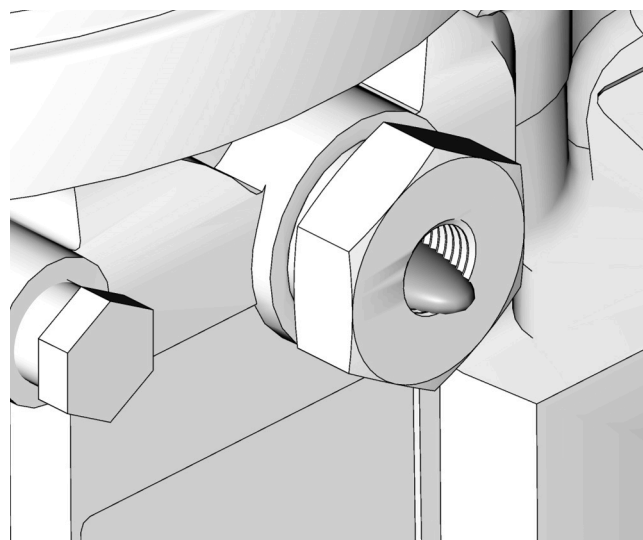

Рис. 16
2. Запустите насос и не выключайте его до тех пор, пока из фитинга патрона не начнет выходить не содержащий воздуха смазочный материал (Рис. 16).